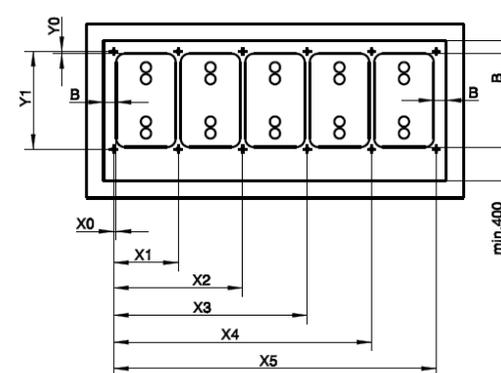

Abb. 2
- Anreißen des Bohrbildes für die Verankerungspunkte für die jeweilige Aufstellvariante entsprechend der Abb. 2 bis 4.